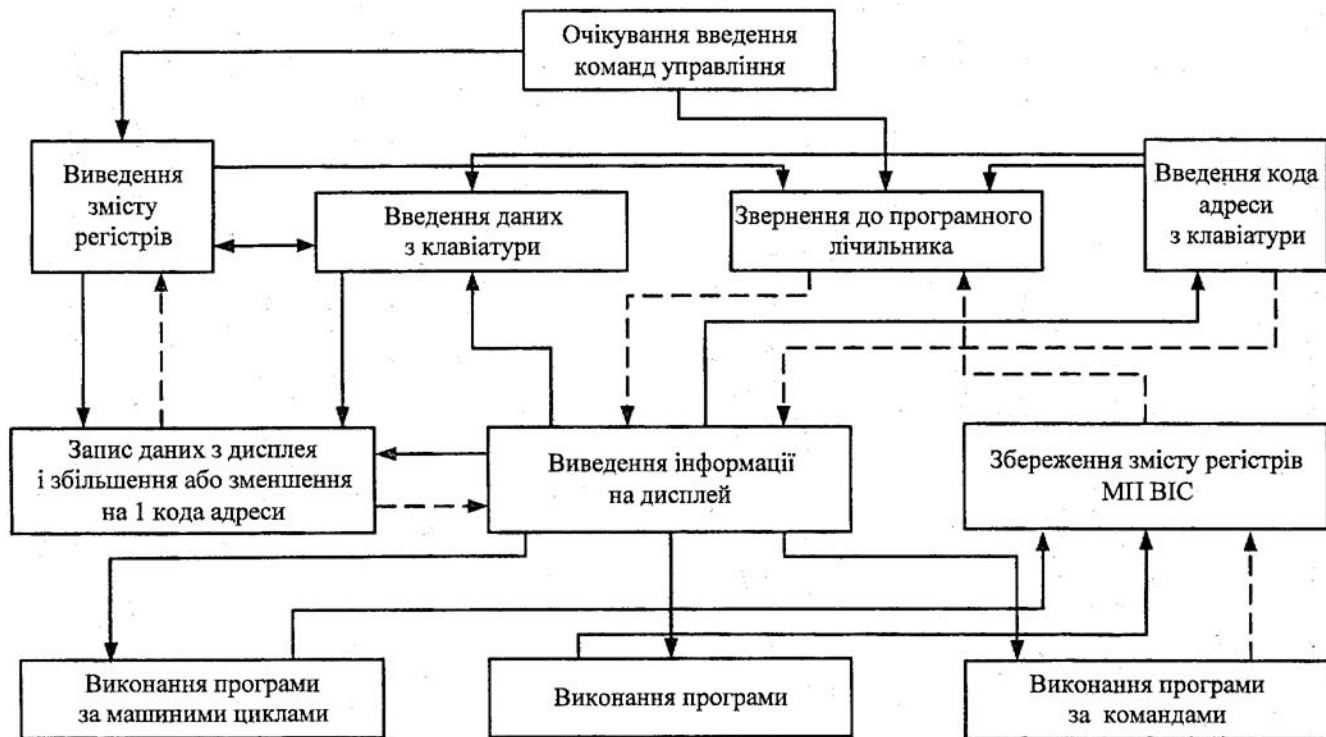

Рисунок 1.2 - Схема переходу до різних режимів роботи в мікро-ЕОМ
2. Ввімкнути тумблер. В результаті виконання тестових програм світлодіоди вихідного регістра та сегменти дисплея будуть включені на час, що дорівнює  $\sim 2$  с. [3], через певний час мікро-ЕОМ буде готова реагувати на команди. Перебуваючи в цьому режимі, мікро-ЕОМ реагує на натискання клавіші керування. Виклик можливих режимів роботи з цього стану мікро-ЕОМ визначається алгоритмом, наведеним на рис. 1.2. З будь-якого місця керуючої програми можна повернути мікро-ЕОМ в початковий стан натисканням на клавішу "Сброс". В цьому випадку мікро-ЕОМ починає виконувати керуючу програму з нульової комірки пам'яті. В результаті її виконання всі комірки ОЗП будуть занулені і, отже, буде стерта вся програма користувача, записана раніше в ОЗП.